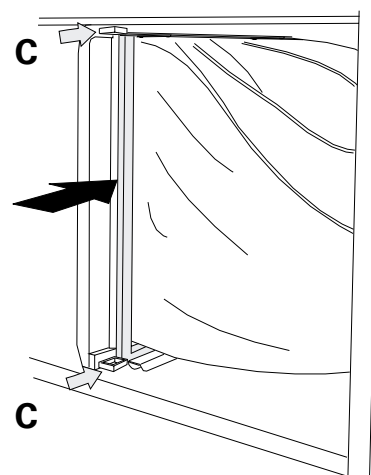

Fig 8
- Tryk håndtagene (C i fig. 8) ind ved filterfæstets over- og underkant, så den excentrisk styrede liste lukkes.